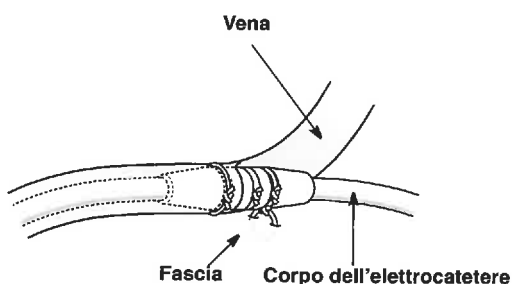

Figura 2. Sutura dell'elettrocatteter
3. Con una sutura forte, non assorbibile, sulla fenditura distale, fissare il manicotto alla vena. Legare la sutura saldamente ma con delicatezza per non danneggiare l'elettrocatteter (Figura 2).
Danni all'isolante e alla spirale dell'elettrocatteter nonché una compromissione del funzionamento dell'elettrocatteter possono derivare a seguito del mancato uso di manicotti di sutura, dai lacci legati troppo stretti o, altrimenti, da uno sforzo eccessivo in corrispondenza della sede d'inserimento. Non legare mai un laccio direttamente al corpo dell'elettrocatteter. Prestare particolare attenzione a non spostare la punta dell'elettrocatteter durante la sutura. Usare sempre suture forti e non assorbibili (Figura 2).